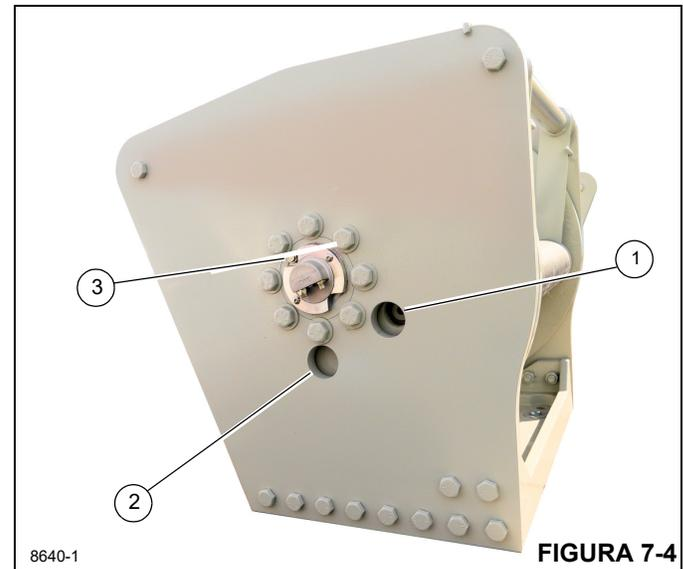

FIGURA 7-4
- Gire el tambor hasta que el tapón de llenado/nivel de aceite (1, Figura 7-4) sea visible en el agujero de inspección.
- Retire el tapón de llenado/nivel (1) e inspeccione visualmente el nivel de aceite. El aceite debería estar al mismo nivel que el fondo del agujero de llenado/inspección. Si se necesita más aceite, agregue aceite (vea la Tabla 7-2).
- Para vaciar y añadir aceite nuevo, retire el tapón de ventilación (3, Figura 7-4) y luego enrosque un tubo de 1 pulg en el agujero del tapón de vaciado (2). Retire el tapón de vaciado (2) con una llave con casquillo de cabeza hexagonal y vacíe el aceite hidráulico. Retire el tubo de vaciado de 1 pulg e instale el tapón de vaciado (2).
- Para llenar con aceite, gire el tambor de manera que la lumbrera de llenado/nivel (1, Figura 7-4) del mecanismo sea visible a través del agujero superior.
- Retire el tapón de llenado/nivel (1) con una llave de casquillo hexagonal.
- Instale un tubo de 1 pulg con codo en el agujero de llenado (1) para ayudar a llenar con aceite.
- Retire el tapón de ventilación (3) para ayudar a llenar con aceite.
- Para vaciar y añadir aceite nuevo, retire el tapón de ventilación (3, Figura 7-4) como ayuda para vaciar el aceite.
- Retire el tapón de vaciado (2) con una llave de casquillo hexagonal.
- Instale el tapón de vaciado de aceite (2).
- Instale el tapón de inspección (1).